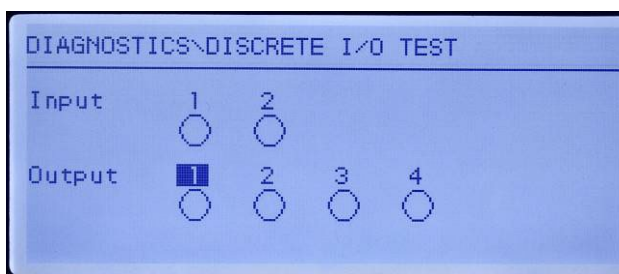

Figura 5-7: Tela de teste de E/S discreta
2. Pressione ENTER para continuar para a tela de diagnóstico. Ao visualizar a tela de teste, o status da entrada será indicado na parte superior do display e o status da saída será indicado na parte inferior do display (Figura 5-7). Em primeiro lugar, o foco é indicado na Saída Nº 1.